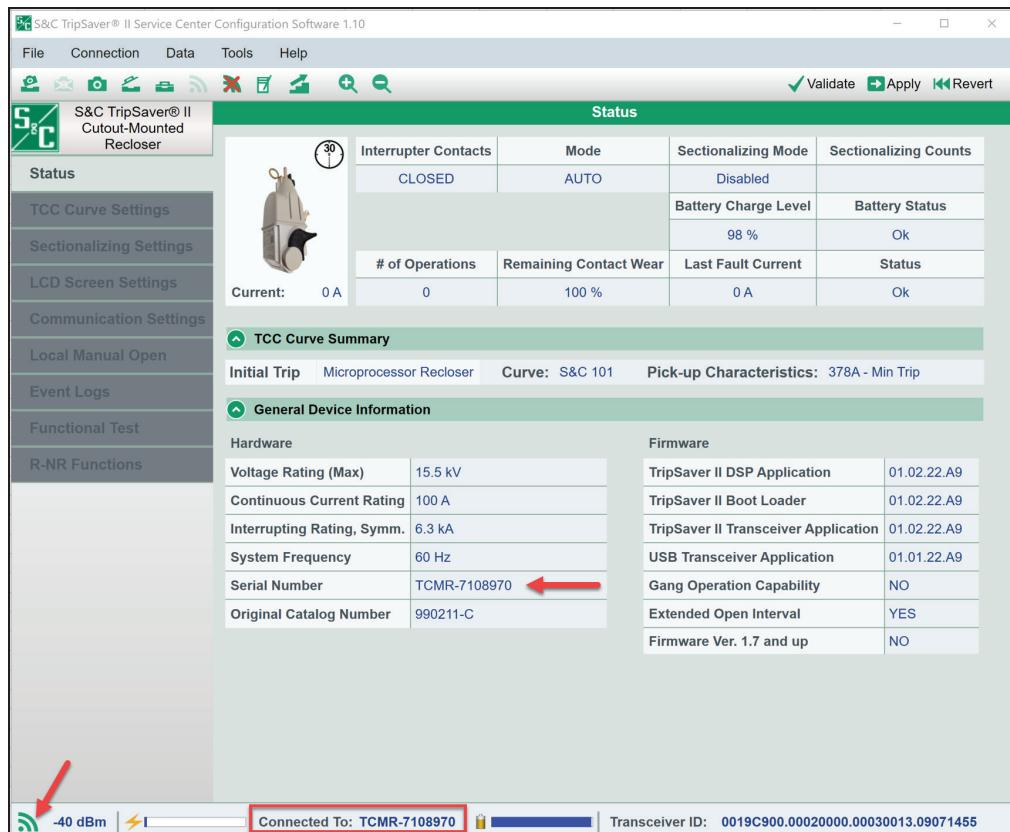

Figura 1. Locais do número de série do relégiador TripSaver II e do Indicador de Intensidade do Sinal Rádio.
**PASSO 2.** Anote o número de série, iniciando com o “TCMR”, do religador TripSaver II a ser atualizado. Ver Figura 1 na página 10. Este número é também gravado no corpo do religador TripSaver II.